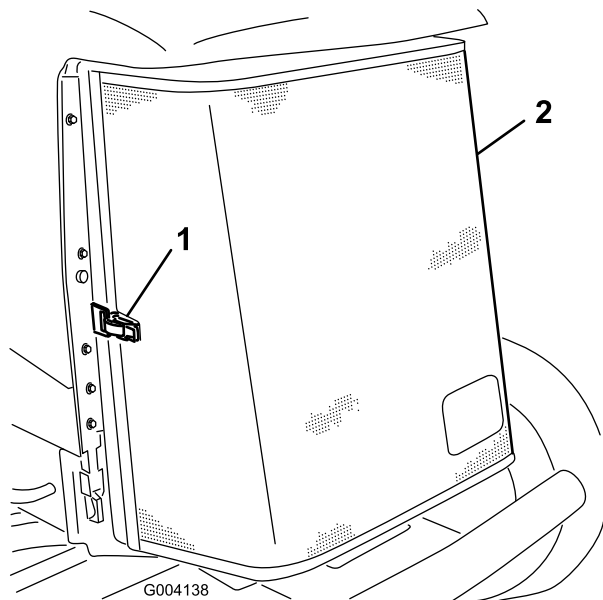

Figura 60
3. Desprenda a braçadeira e articule para abrir o painel traseiro (Figura 60).